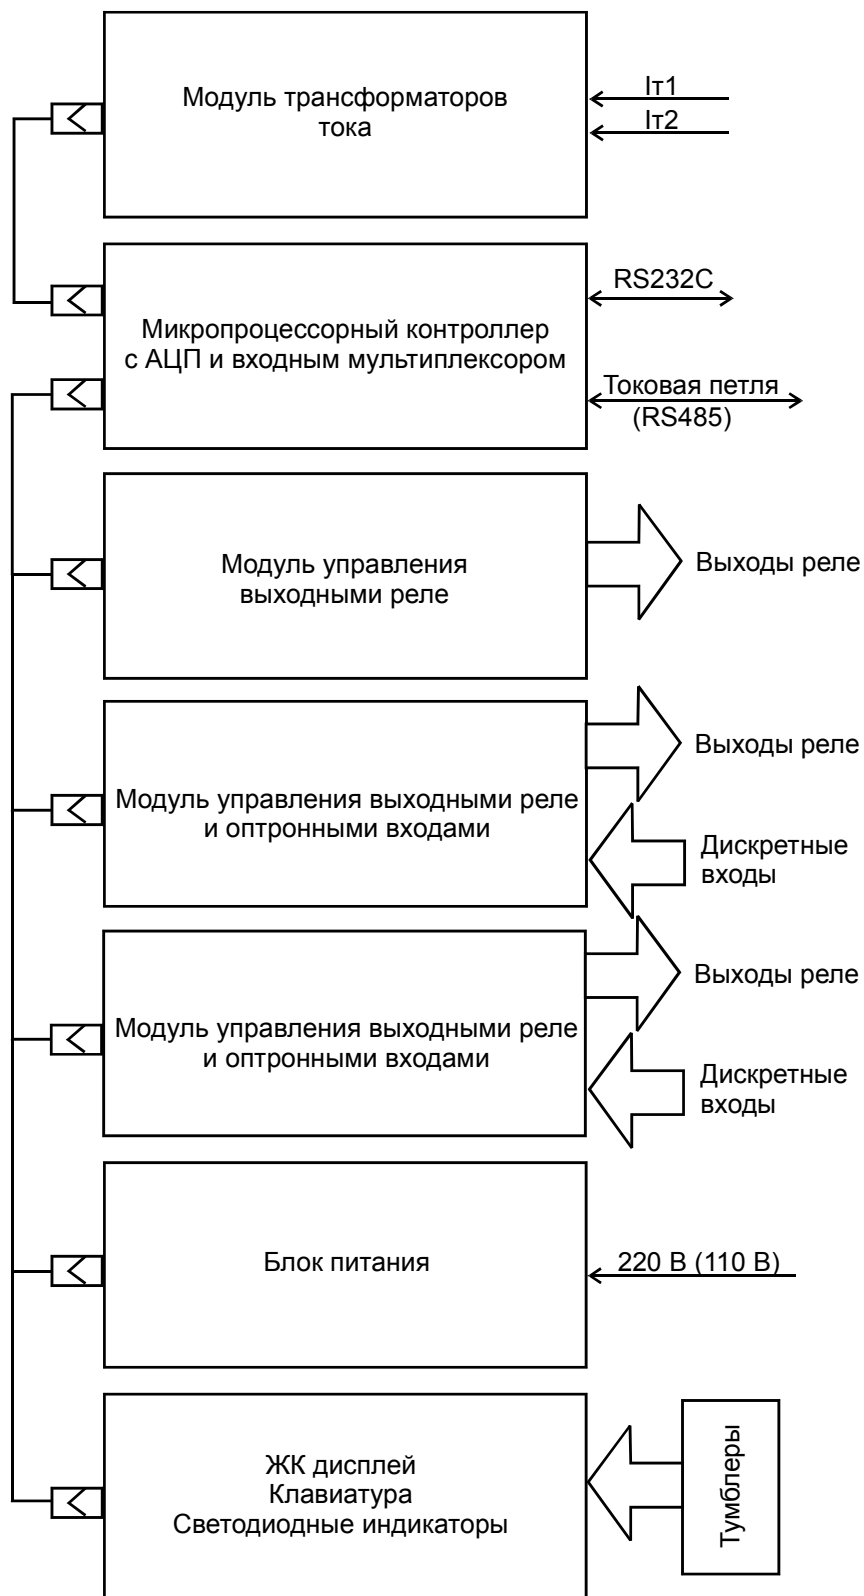

Рис. 4. Структурная схема устройства «Сириус-ААРТ»
1.7.1. Структурная схема устройства приведена на рис.4.